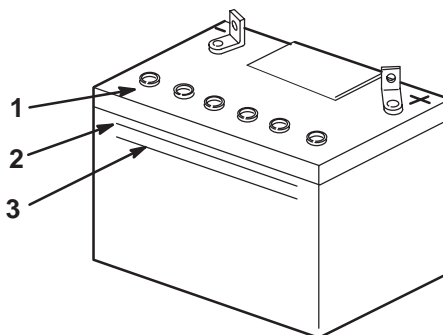

Figure 61
2. Observez le côté de la batterie. Le niveau de l'électrolyte doit atteindre le trait **supérieur** (Fig. 61). Ne laissez pas l'électrolyte descendre en dessous du trait **inférieur** (Fig. 61).
3. Enlevez les bouchons d'aération de la batterie (Fig. 61).
4. Versez lentement de l'eau distillée dans chaque élément jusqu'au trait **supérieur** (Fig. 61) sur le côté de la batterie.
5. Attendez cinq à dix minutes après avoir rempli les éléments. Ajoutez de l'eau distillée au besoin, pour amener le niveau au repère **supérieur** (Fig. 61) sur le côté de la batterie.